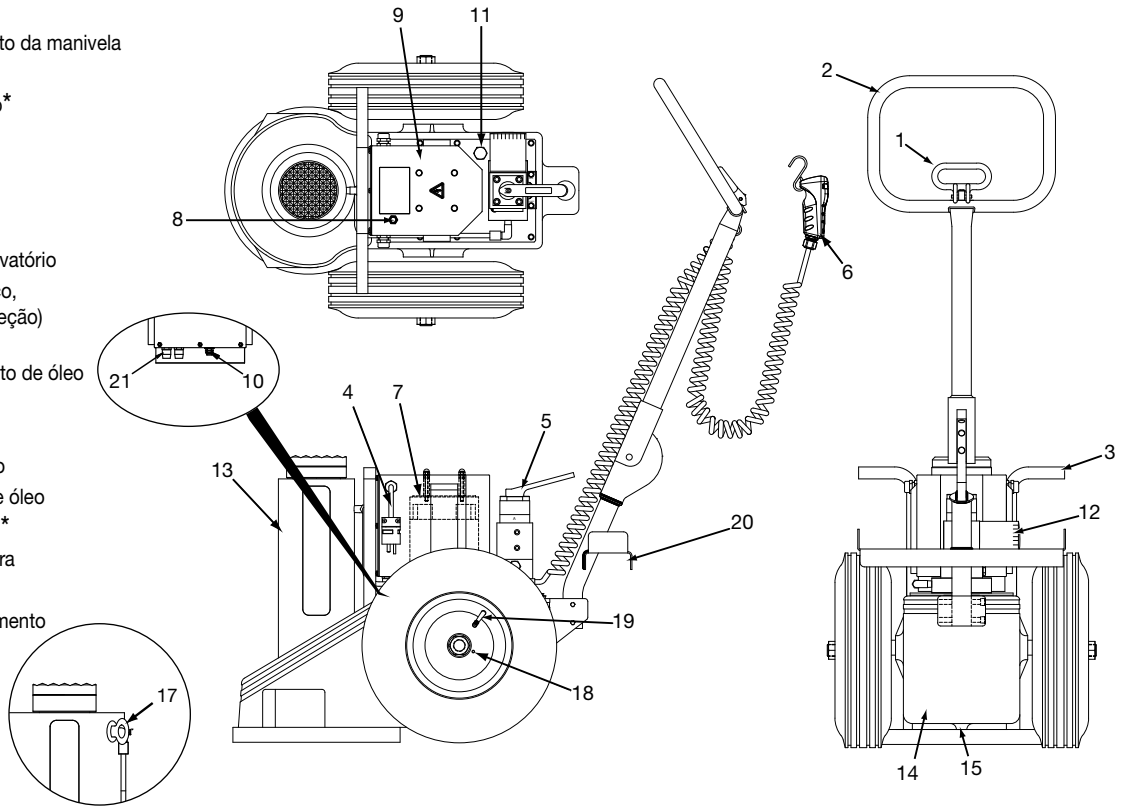

Figura 1, Principais Características e Componentes – Séries PREMB, PREME e PREMI (energia monofásica)
Um disjuntor reajustável é usado em todos os modelos de macacos equipados com um sistema elétrico monofásico. Isso inclui números de modelo de macaco começando com PREMB, PREME e PREMI. O botão reset do disjuntor é montado sobre a superfície inferior do compartimento elétrico do macaco. Veja a Figura 1, item 10 para a localização.